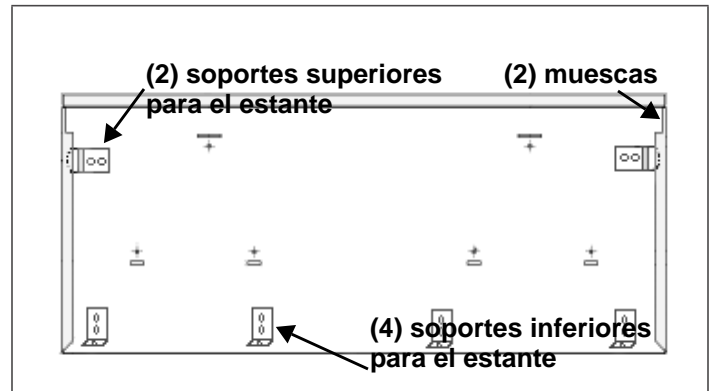

Figura 20: 48 Pulg Dorso de la placa mural
5. Instale la placa mural colocando las muescas de las esquinas (dorso de la placa mural) encima de los dos soportes superiores del estante. Deslice el accesorio del estante hacia arriba hasta que la parte inferior se enganche en los soportes inferiores (Figura 20).